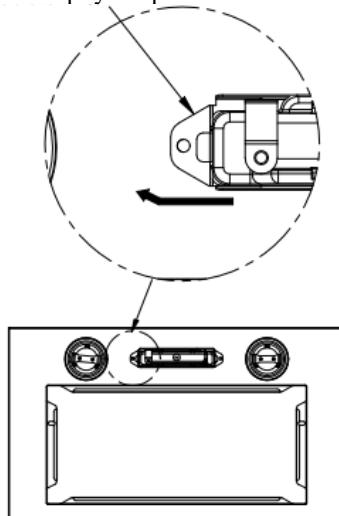

Рис. 6
7. Демонтируйте ключевой переключатель. Сначала удерживайте переключатель одной рукой, затем сожмите кронштейн переключателя другой рукой и сдвиньте его влево и вниз, чтобы ступеньки переключателя вышли из кронштейна и извлеките корпус переключателя. См. рисунок 6.